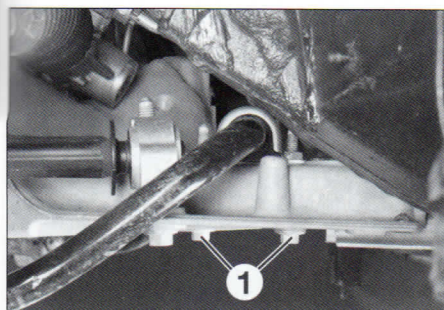

FIG. 5
- los cuatro tornillos de fijación (1) (**fig. 5**) de los dos apoyos de la barra estabilizadora.